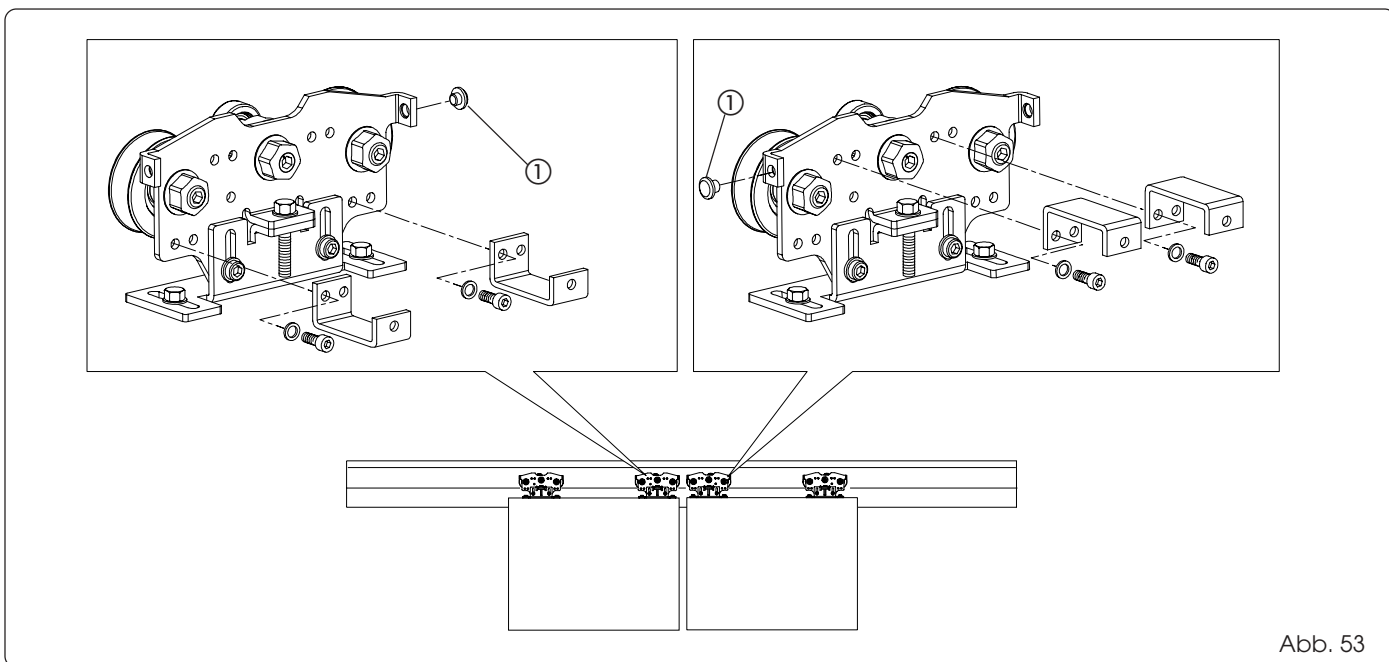

Abb. 53
Zwei Spannplatten auf den weiter innen liegenden Schlitten montieren, laut Abb. 53.
Die Anschlaggummis montieren (Abb. 53 Bez. ①).